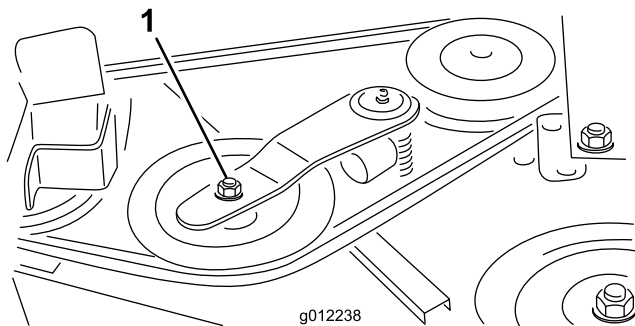
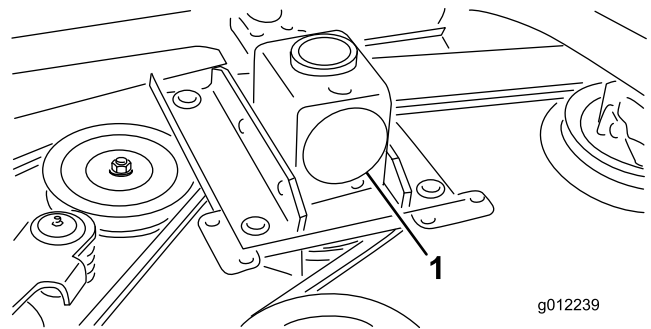

Figure 30
Figure 31
2. À l'aide d'une clé dynamométrique ou d'un outil similaire, éloignez la poulie de tension (Figure 30) de la courroie d'entraînement pour détendre cette dernière et pouvoir la déchausser de la poulie de la boîte d'engrenages (Figure 31).